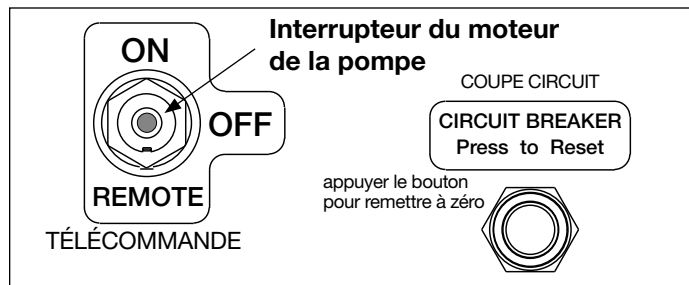

Figure 9, panneau de commande de la pompe
5.2 Interrupteur du moteur de la pompe (Voir figure 9)